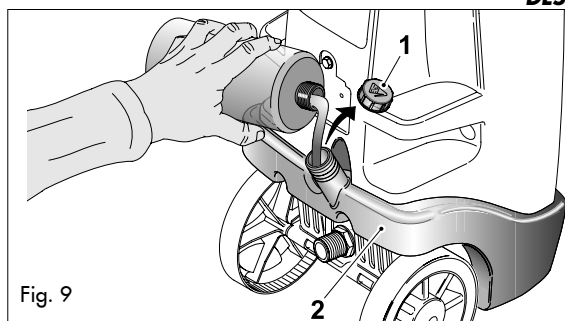

Fig. 9
- 1 Remove the plug reservoir (1) present on the back of the machine (Fig. 9)
- 2 Fill the reservoir (2) with suitable cleaning solution.
- 1 Retire el tapón del estanque (1) que se encuentra en la parte trasera de la máquina (Fig. 9)
- 2 Rellene el estanque (2) con detergente específico